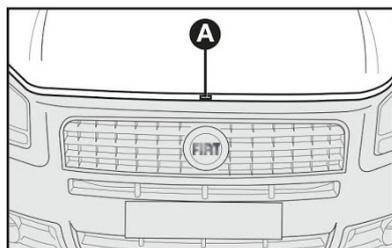

fig. 122
- 2) Mover a trava localizada sob o capô para cima **A-fig. 122**;